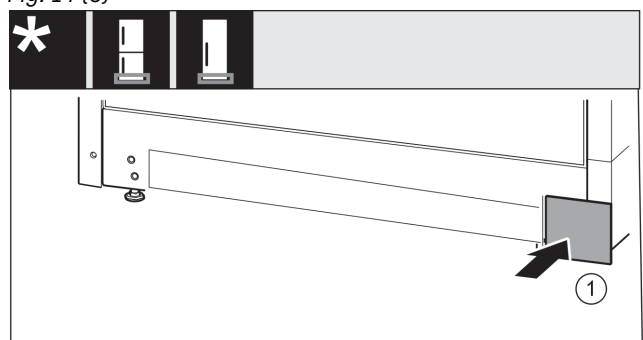

Fig. 15
- ▶ Снова установите крышку с другой стороны. Fig. 15 (1)